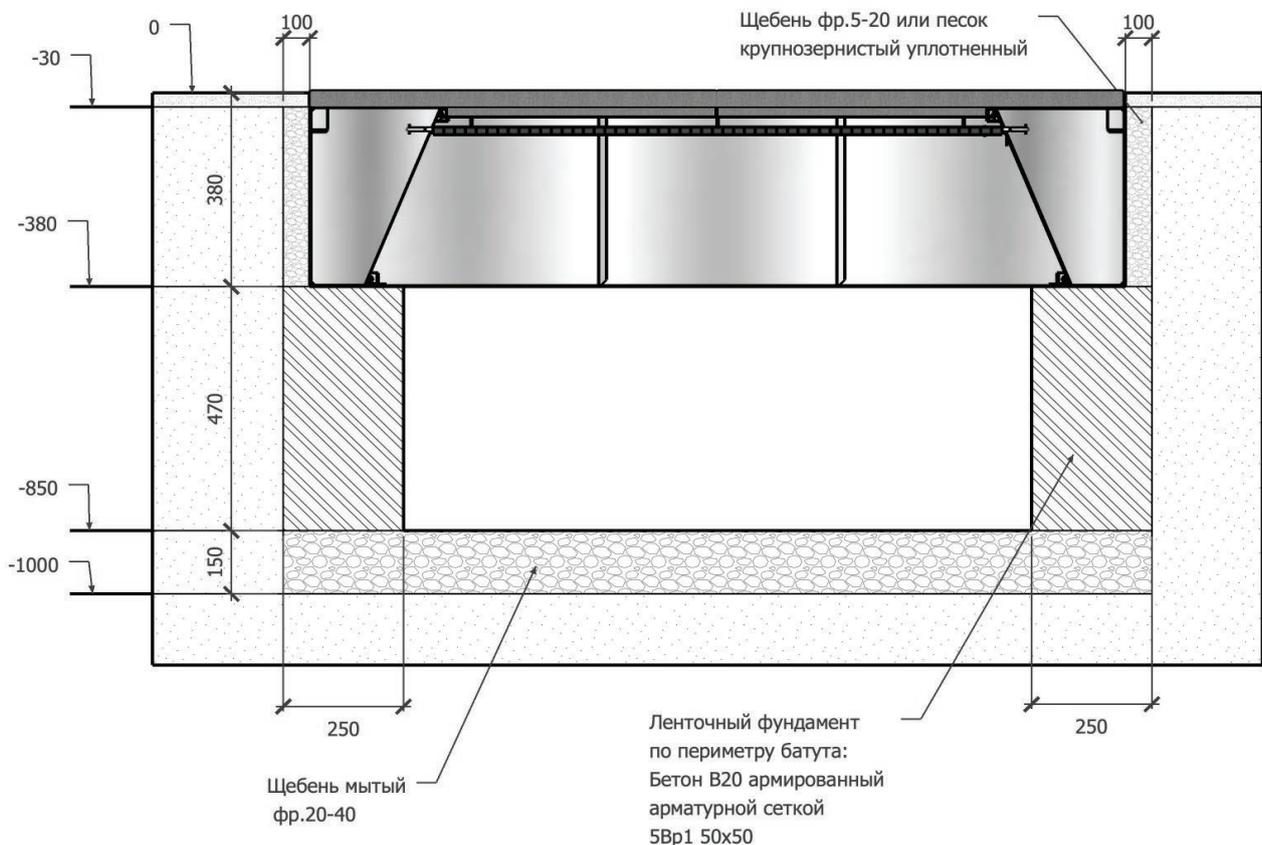

Рис. 2. Схема монтажа для III-IV зон снеговой нагрузки или вблизи насыпных покрытий
1. Соорудите опалубку по периметру ямы в соответствии со схемой (рис.2). Для круглых батутов допускается 8- либо 12-гранная форма опалубки. При этом толщина фундамента не должна быть меньше, указанной по схеме (рис.2).